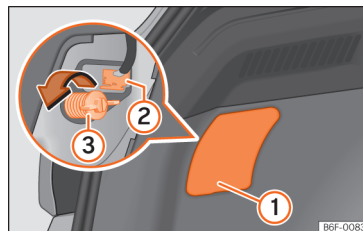
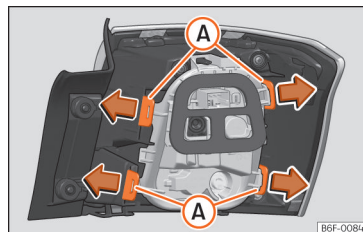

Abb. 59 Gepäckraum: Zugang zur Befestigungsschraube der Heckleuchte.
Abb. 60 Befestigungslaschen Rückseite Heckleuchte.
- Hebeln Sie die Abdeckung an der Aussparung » Abb. 59 ① mit dem flachen Teil des Schraubendrehers ab.
- Ziehen Sie den Stecker von der Lampe ② ab.
- Schrauben Sie mit der Hand oder mit Hilfe eines Schraubendrehers die Befestigungsschraube der Leuchte ③ heraus.
- Bauen Sie den Lampenträger aus, indem Sie die Befestigungslaschen » Abb. 60 ①A entriegeln.